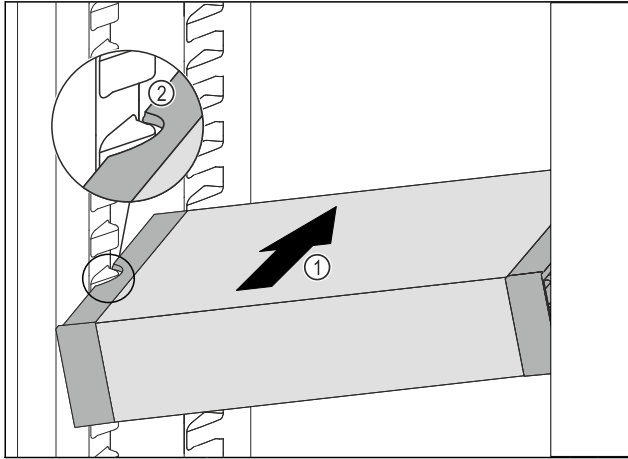

Fig. 119
- ▶ Introduzca el VarioSafe en posición oblicua en el compartimiento del frigorífico Fig. 119 (1) hasta que los huecos laterales Fig. 119 (2) del VarioSafe se encuentren a la altura de la nervadura del recipiente en el compartimiento frigorífico.